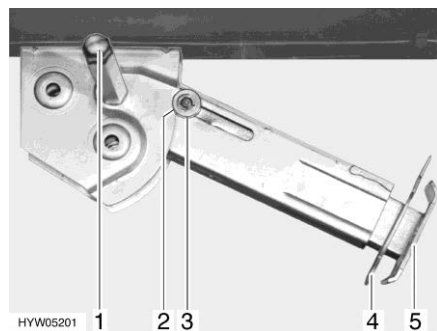

Bild 26 Stödben
- Placera hylsnyckeln på sexkanten (Bild 26,1) och vrid runt den tills stödbenet står rakt neråt.
- Drag ut sprinten (Bild 26,4) ur stödbensförlängningen (Bild 26,5).
- Placera hylsnyckeln på sexkanten (Bild 26,1) och vrid runt den tills stödbenet inte längre sitter mot marken.
- Skjut in stödbensförlängningen (Bild 26,5) helt och sätt in sprinten (Bild 26,4) i borrhålet på stödbensförlängningen.
- Vrid på sexkanten (Bild 26,1) med hylsnyckeln tills stödbenet har svängts upp och styrbrickan (Bild 26,3) befinner sig längst upp i skåran (Bild 26,2).